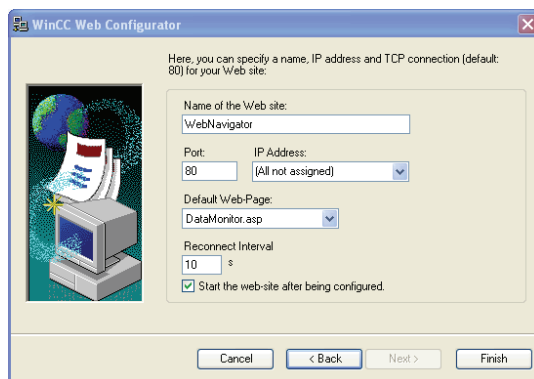

图 15-7 WinCC Web Configurator 参数组态
2) 在网络信息服务器即 IIS 下快速建立一个 HMI 应用的站点，给出站点 Web-Navigator，从可选的区域中选择 IP 地址，单击“Finish”按钮完成 WebNavigator Server 的组态，如图 15-7 所示。